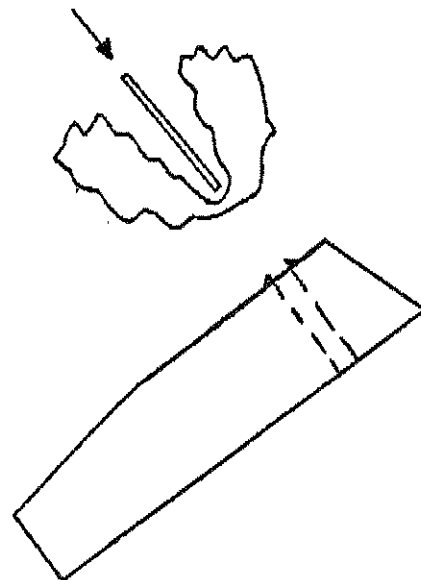

Abb. 12-4: Reinigen der Meßkammer mit einem Tuch
6. Feder (2), Scheibe (3) und Verschlusßzylinder mit Röhrenchenanhebung (4) ausbauen. Sollten einige Teile durch Reagenzrückstände verklebt sein, so sind sie mit einem ca. 20 cm langen Kunststoff- oder Holzstabs vorsichtig von oben nach unten durchzustößeln (Abb. 12-4).
7. Die einzelnen Teile und die Meßkammer mit einem Baumwolltuch reinigen (Abb. 12-4). Die Röhrenchenanhebung im Verschlusßzylinder muß leicht beweglich sein.